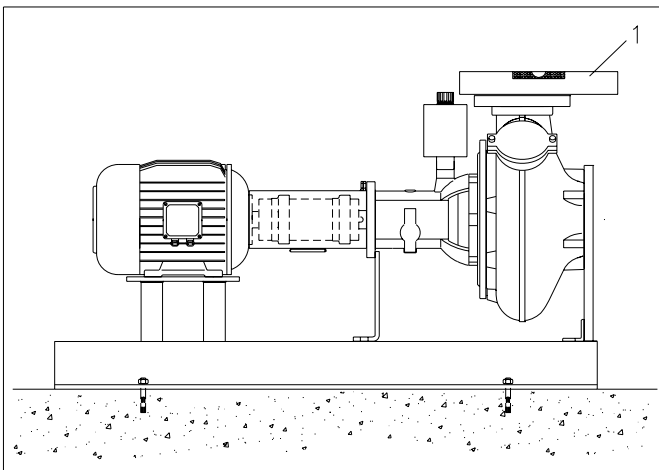

Fig. 7.2
- brides droites horizontale et verticale voir fig. 7.2 pos 1.